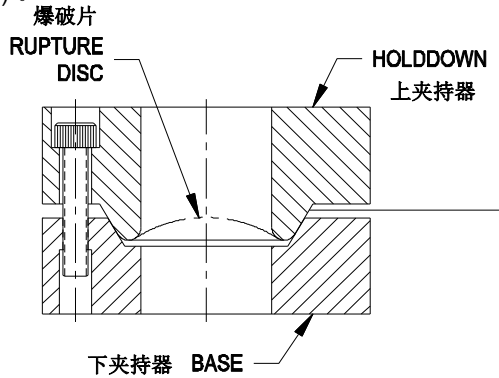

图 5 - 插入式夹持器
1. 将新的爆破片放在爆破片夹持器的底部, 将铭牌标签着“泄放口”的那面指向与底座流向箭头相同的方向 (见图 5)。